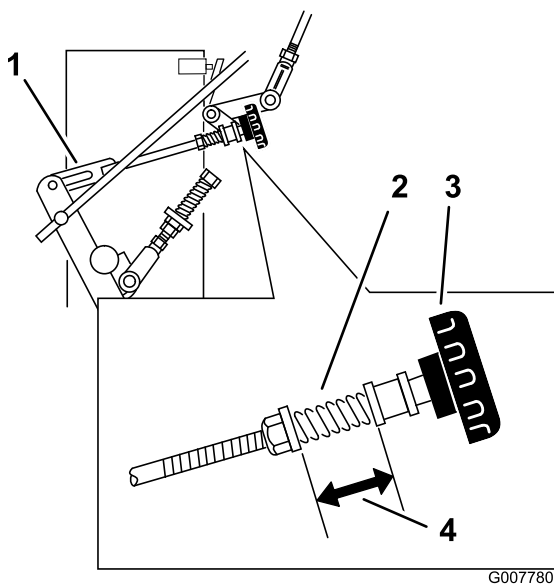

Figure 36
3. Réglez la timonerie droite en tournant le bouton Quick-Track dans le sens antihoraire jusqu'à ce que la roue commence à tourner en avant (Figure 36).
4. Tournez le bouton dans le sens horaire 1/4 de tour à la fois. Déplacez ensuite le levier de commande de vitesse en avant et ramenez-le au point mort. Répétez cette opération jusqu'à ce que la roue droite arrête de tourner en avant (Figure 36).
6. Le ressort qui maintient la tension sur le bouton n'a normalement pas besoin d'être réglé. Toutefois, si un réglage est nécessaire, réglez la longueur du ressort à 26 mm entre les rondelles (Figure 36).
7. Réglez la longueur du ressort en tournant l'écrou situé à l'avant du ressort (Figure 36).